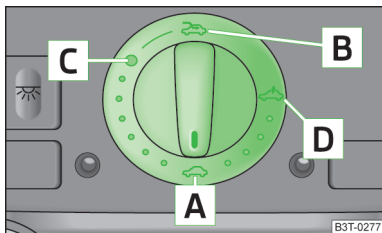

Fig. 28
- Dacă bateria a fost deconectată și apoi reconectată, se poate întâmpla ca trapa glisantă/rabatabilă să nu funcționeze. În acest caz, trebuie să rotiți comutatorul în poziția **A** » fig. 28 la pagina 45 și să îl apăsați în față cca. 10 secunde.
» Rotiți comutatorul în poziția **C** » fig. 28.
Trapa glisantă/rabatabilă este prevăzută cu un dispozitiv de limitare a forței. Când închiderea este blocată de un obstacol (de exemplu gheața), trapa glisantă/rabatabilă se oprește și se deschide complet. Trapa glisantă/rabatabilă poate fi închisă complet fără activarea dispozitivului de limitare a forței, dacă este apăsat comutatorul în poziția **A** » fig. 28 în față, până când trapa glisantă/rabatabilă se închide complet » **I**.